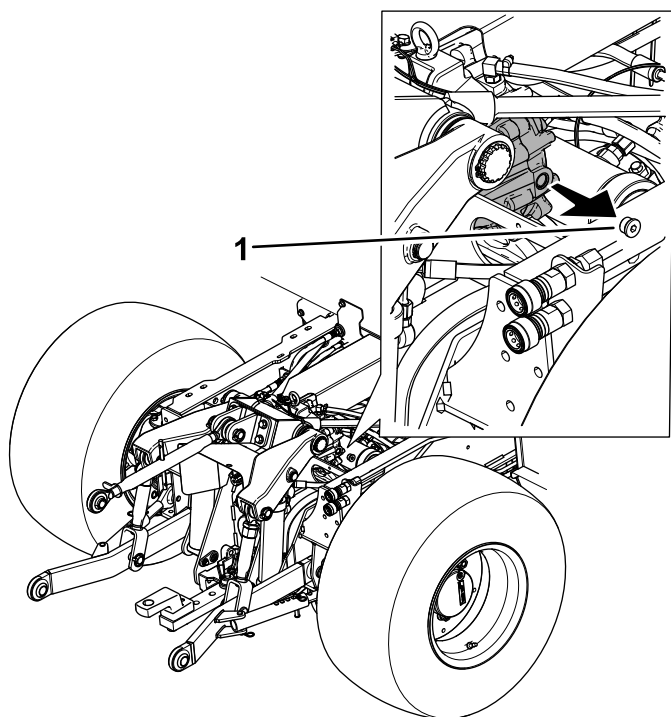

Figure 105
2. Enlevez le bouchon du regard dans le boîtier d'engrenages de la PDF arrière (Figure 105).